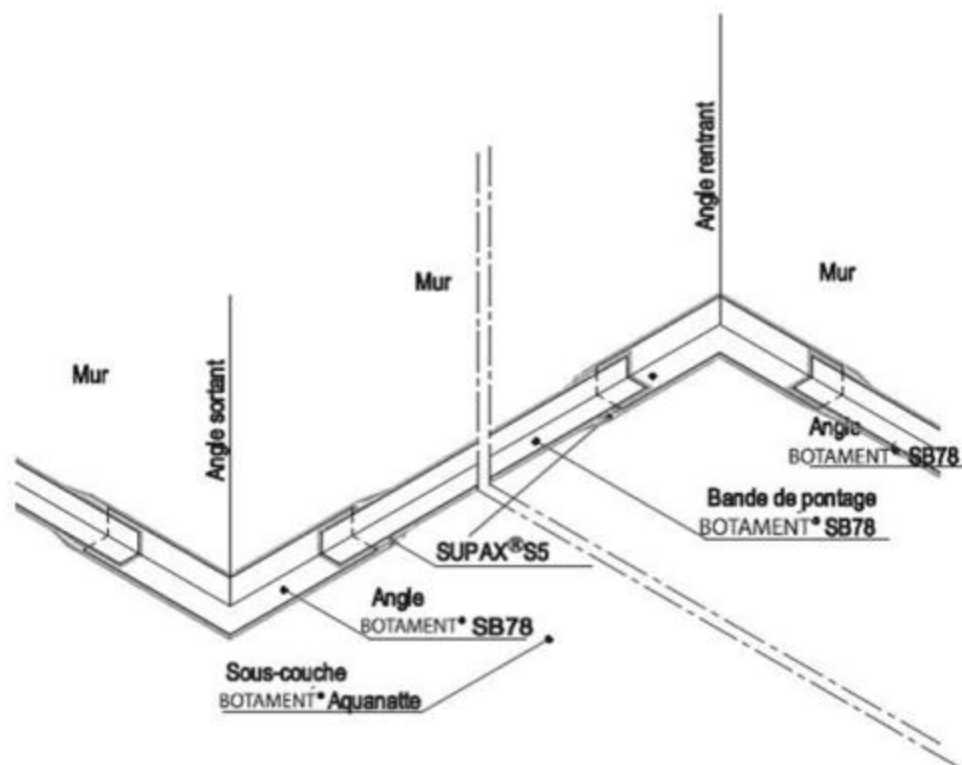

Figure 2 – Angles rentrants et sortants
2.4.1.3.2. Traitement des angles (figure 2)